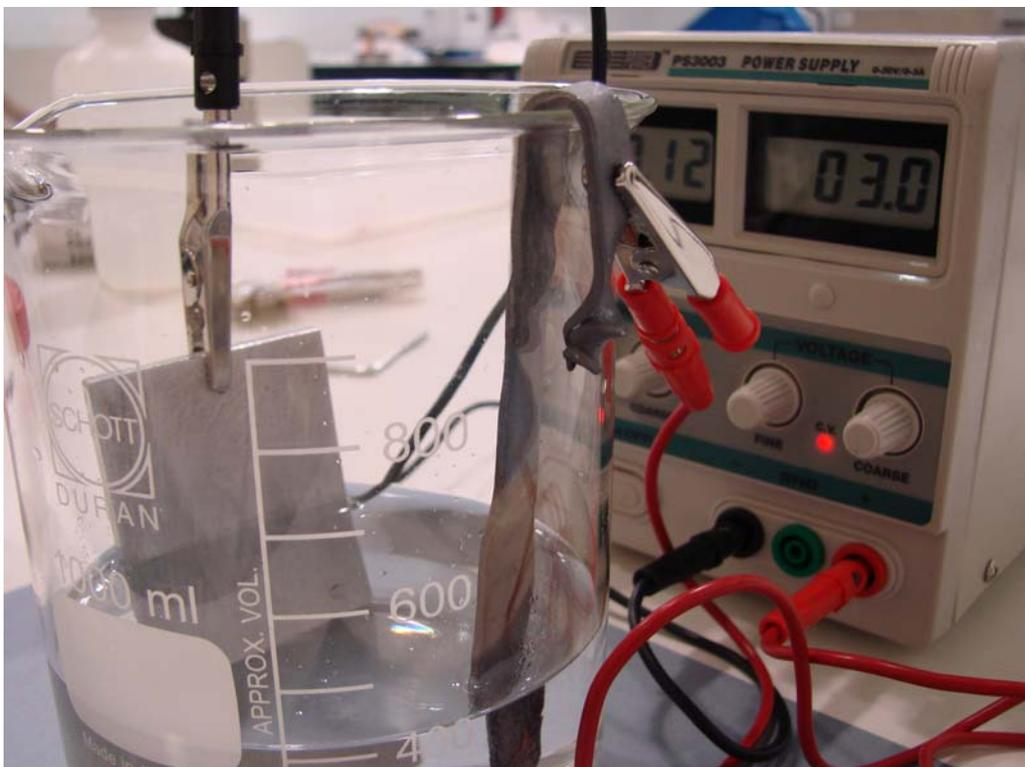

Fig. 4. Izquierda electrodo de aluminio. Derecha lámina de plomo apoyada en el borde del vaso.
- Introduce ahora el electrodo de aluminio en posición vertical apoyado en la pared del vaso y el electrodo de plomo acoplado en el borde del vaso (ver Fig. 4).